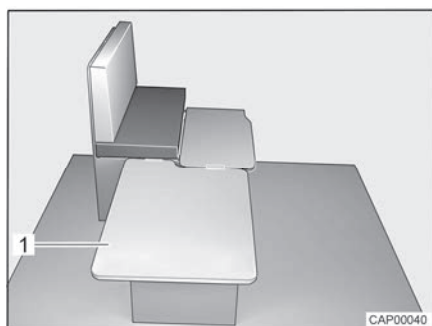

Bild 43 Under ombyggnaden
- Häng på stödplatta (Bild 43,1) sidledes på sittbänken och lägg på bordet.